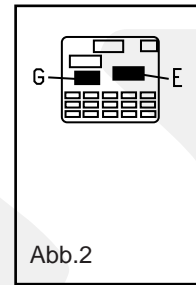

Abb.2
7. Auf dem hinteren Teil der Sicherungseinheit befinden sich Steckverbinder G (12-polig) und E (14-polig) (siehe Abbildung 2).